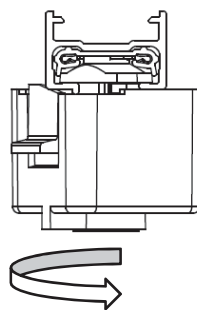

Fig. 3
2. Faites pivoter l'ADAPTATEUR de 90° dans le sens des aiguilles d'une montre (Fig. 3).